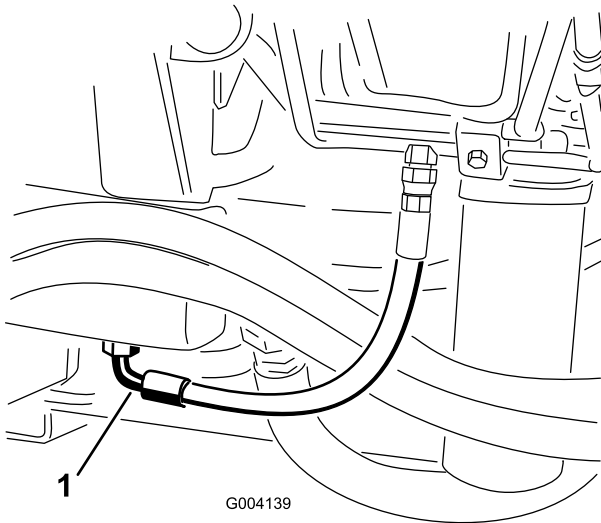

Bild 58
2. Stellen Sie eine große Auffangwanne unter das Anschlussstück, das unten am Hydraulikölbehälter befestigt ist (Bild 58).